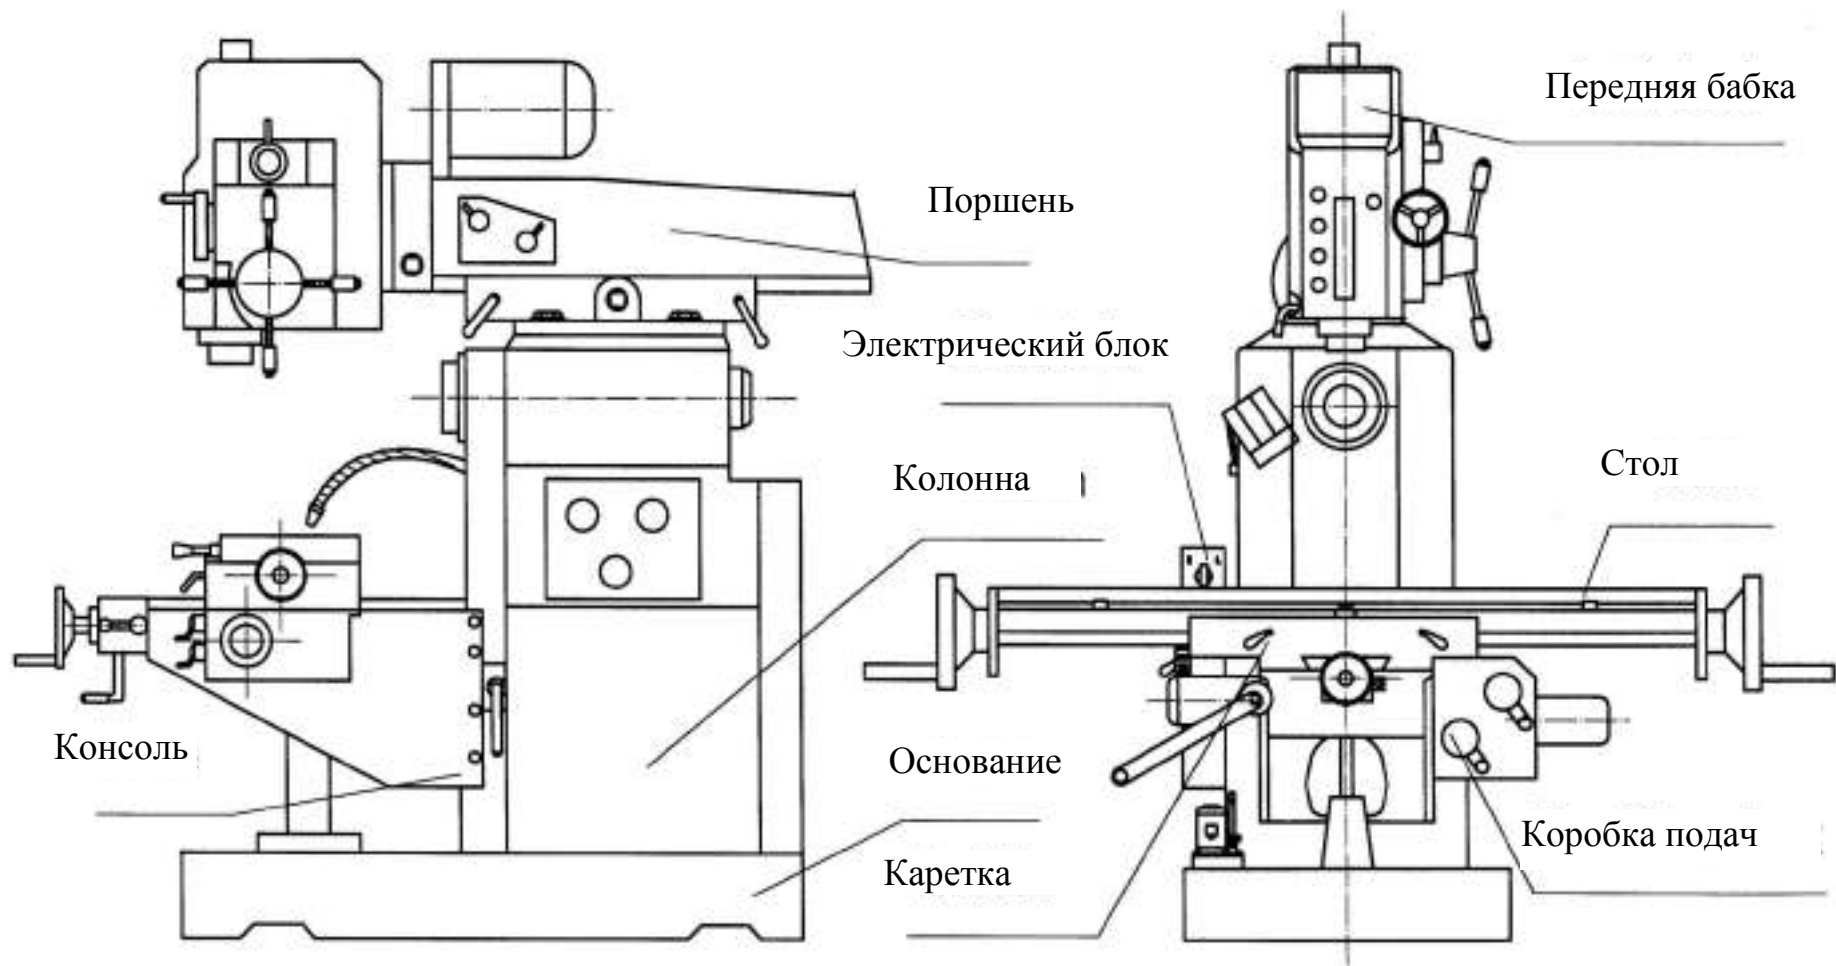

Рис.1
Станок включает в себя корпус, консоль, рабочий стол, основную конструкцию трансмиссии, коробку подач, поршень, СОЖ, электрические аппараты и т.д. (Рис. 1).
4.15 Подъемное устройство (Fig.1 X6326B)